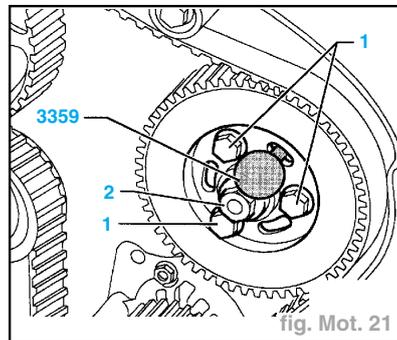

fig. Mot. 21
- Bloquer la roue de la pompe d'injection avec la goupille 3359 (Fig. Mot. 21).